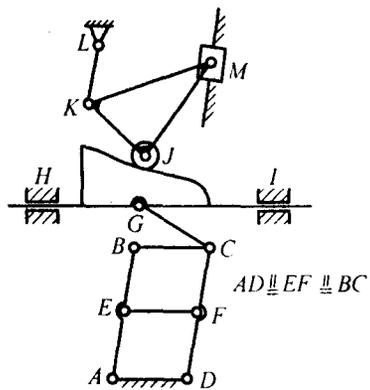

图 1-36
15. 计算图 1-36 所示机构的自由度, 并指出其中的复合铰链、局部自由度和虚约束。